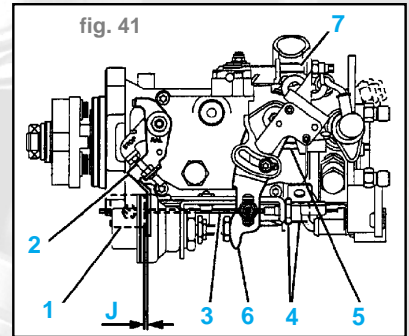

fig. 41
- Vérifier que le levier (2) est en butée à droite. (fig. 41)